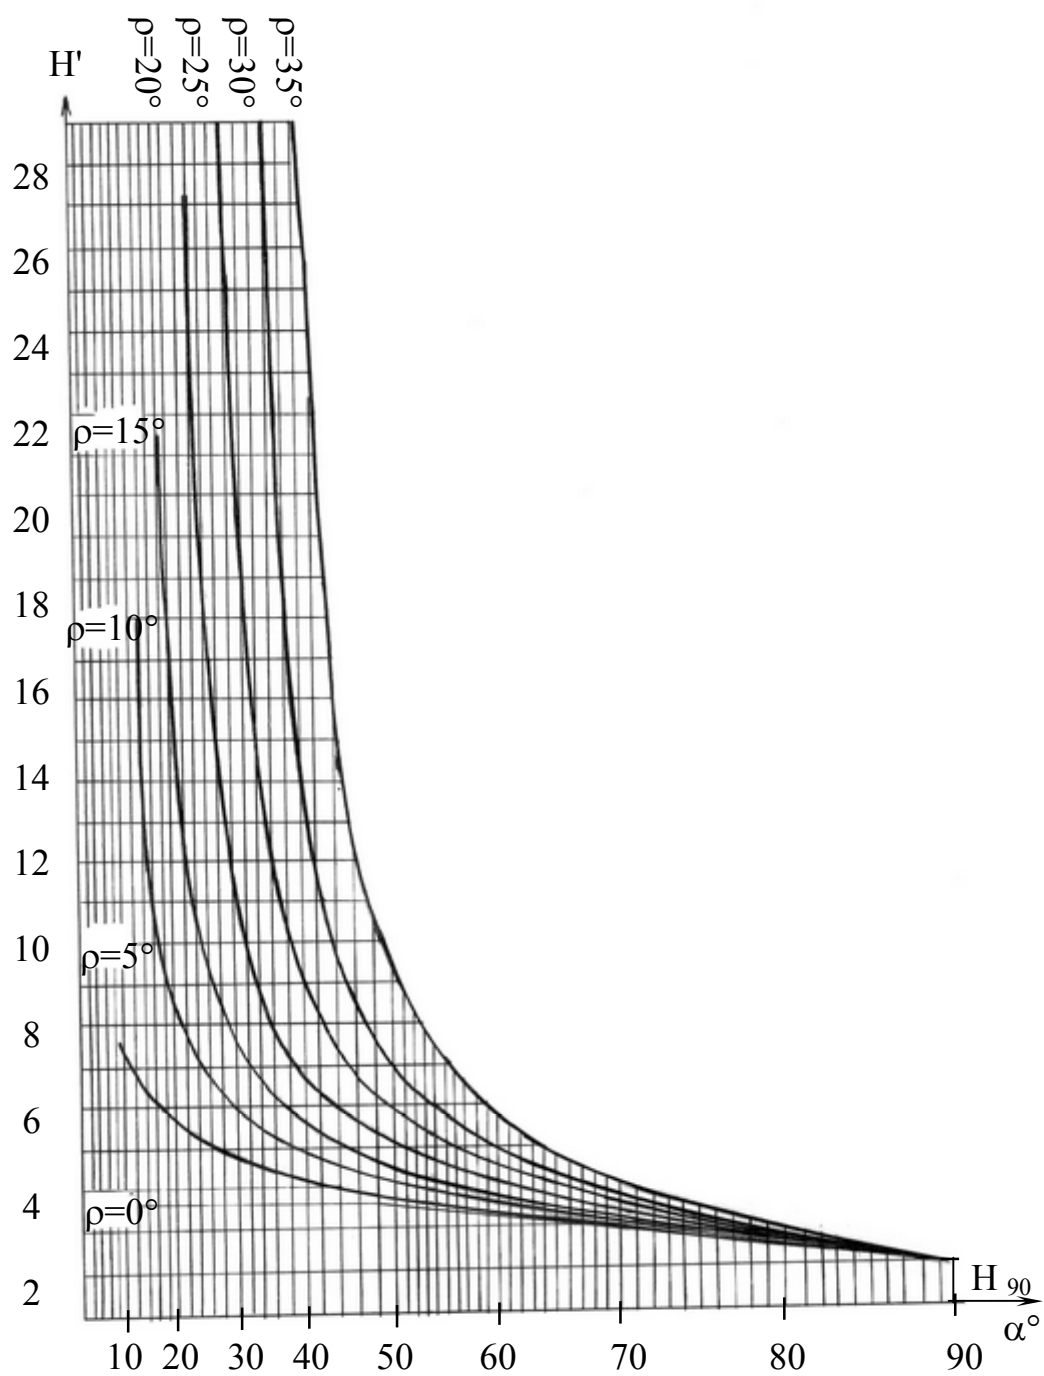

Рис. 3.1. График зависимости между высотой плоского откоса и его углом для различных значений расчетных характеристик
Номограмма – график зависимости между высотой плоского откоса и его углом для различных значений расчетных характеристик представлен на рис. 3.1.
5. Вычисляют величину H_{90} , приведенное значение высоты уступа, по графику-номограмме (см. рис. 3.1) определяют угол откоса, рассчитывают ширину призмы возможного обрушения.